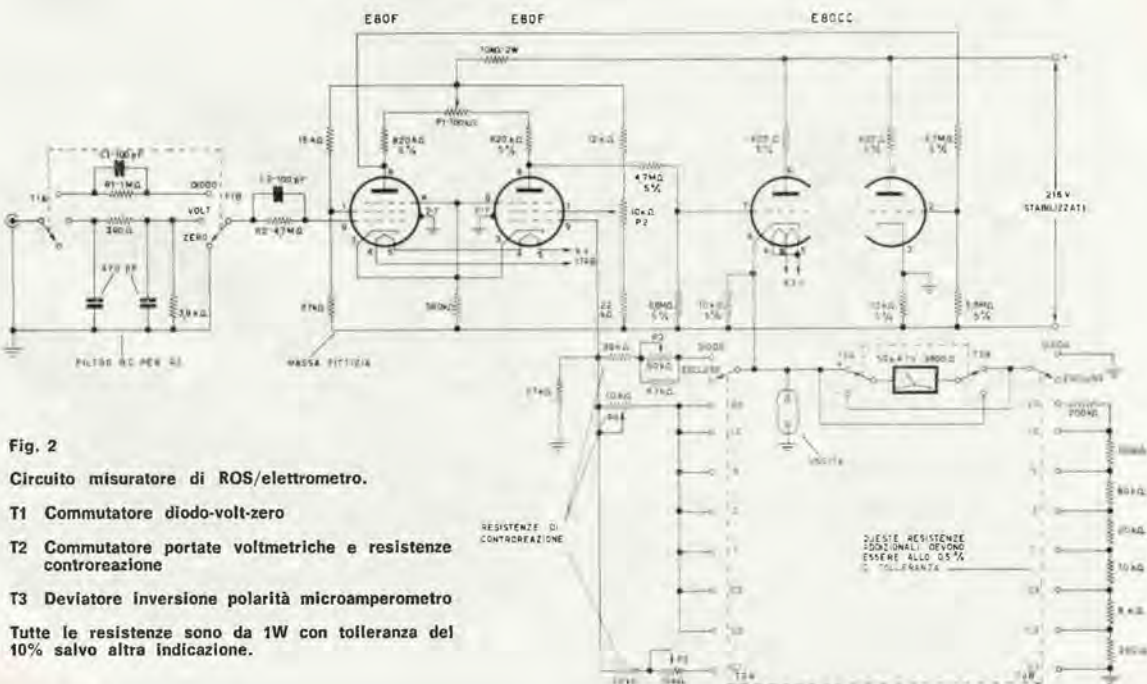

Fig. 2
Il circuito, completo in ogni suo dettaglio, è illustrato in fig. 2 (circuito di ingresso, di uscita e di amplificazione) e in fig. 3 (circuito di alimentazione e di stabilizzazione). Procedendo dall'ingresso all'uscita consideriamo le seguenti parti:
Comprende un'impedanza di funzione per adattare lo strumento all'impiego desiderato e un gruppo di filtri (T1 - fig. 2). Quando il misuratore viene impiegato come misuratore di R.O.S. (posizione « diodo ») viene inserito un filtro RC passa basso formato dalla resistenza da 390 Ω e da due condensatori da 470 pF (fig. 2), avente la sopracitata funzione di arresto per la radio frequenza. Come misuratore di R.O.S. l'impedenza di ingresso è di 4.300 Ω per adattare la bassa impedenza del diodo (1N23B) impiegata nella linea fessurata coassiale.
Quando il misuratore viene impiegato come elettrometro (posizione « volt ») la sua impedenza di ingresso diventa superiore a 10.000 M Ω (per 1 V f.s.) e i due gruppi R1C1 ed R2C2 (fig. 2) hanno la funzione di impedire eventuali autooscillazioni.
tramite le corrispondenti griglie. Uno di questi due catodi è collegato direttamente a massa mentre l'altro fanno capo il circuito di uscita e quello di controreazione (fig. 2). Pertanto la tensione amplificata presente sul catodo in parte viene mandata direttamente all'uscita e in parte viene portata nell'amplificatore tramite la griglia g1 della seconda E80F, realizzando la controreazione. La controreazione stessa è tanto più forte quanto più grande è la frazione di tensione amplificata riportata nell'amplificatore e perciò tanto più piccola è la resistenza interposta tra il catodo della prima sezione della E80CC e la griglia
g1 della seconda E80F (fig. 2). Il guadagno dell'amplificatore viene pertanto variato regolando il valore della suddetta resistenza (potenziometri P3, P4, P5). Il potenziometro P3 è posto sul pannello frontale e viene inserito nella posizione « diodo » (commutatore T2 - fig. 2) cioè quando lo strumento viene utilizzato come misuratore di R.O.S. e ha la funzione di variarne la sensibilità in modo fine (da 60 mV a 85 mV). Come già detto nella precedente pubblicazione (C.D. 6-65), la regolazione fine della sensibilità permette una facile messa a fondo scala del microamperometro indicatore quando la sonda della linea coassiale fessurata è stata messa su un massimo di tensione a radio frequenza.
I potenziometri P4 e P5, posti sul pannello posteriore, hanno la funzione di tarare le portate voltmetriche di 0,1 V e 0,2 V - 20 V rispettivamente e vengono inseriti nella posizione « volt » (commutatore T2 - fig. 2). La loro regolazione deve essere quindi semifissa.
bilità dell'amplificatore e contribuisce a utilizzarne l'impiego anche per tensioni di ingresso (da misurare) relativamente alte (20 V). La possibilità di leggere direttamente tensioni di questa entità è data inoltre dal fatto che tutti i punti « freddi » di ritorno dei circuiti di griglia, di placca e di catodo uniti fra loro e collegati al negativo dell'alimentatore stabilizzato che dà 216 V, non sono collegati direttamente a massa. Questa massa « fittizia » (fig. 2) è infatti « sospesa » rispetto alla massa « effettiva » per una tensione di 54 V.
(*) La tensione in ingresso viene inserita tra la griglia g della prima E80F e la massa « effettiva ». Analogamente la tensione in uscita, cioè quella che va al microamperometro tramite le resistenze addizionali, viene misurata tra il catodo della prima sezione triodo della E80CC e la massa « effettiva » (fig. 2).
Il circuito di uscita è formato da un circuito di lettura delle tensioni presenti sul catodo della prima sezione della E80CC e da un circuito che regola automaticamente la contoreazione necessaria per avere l'amplificazione desiderata, come descritto più avanti, a seconda del fondo scala (fig. 2).
Il microamperometro collegato in modo da invertirne rapidamente la polarità ha le seguenti caratteristiche: resistenza bobina mobile 3.800 Ω , 50 μA e 190 mV f.s. Tra il catodo « sospeso » della E80CC e la massa « effettiva » è predisposta un'uscita (fig. 2) per altri strumenti sulle cui caratteristiche si è già parlato. Al fine di chiarire il principio di funzionamento del circuito di uscita esaminiamo ora a una a una le varie posizioni del commutatore T2 (fig. 2).
C) posizione 0,2 V - 20 V. La contoreazione è regolata da P4 (fig. 2) in modo da avere un guadagno 1. L'amplificatore riporta in uscita lo stesso segnale inviato in ingresso con la sola particolarità che in ingresso l'impedenza è altissima (10.000 M Ω per il f.s. 1 V) mentre in uscita l'impedenza è all'incirca di 1.000 Ω . La funzione assoluta è quella del trasduttore di impedenza. In serie al microamperometro vengono poste quindi resistenze addizionali inseribili mediante T2B (fig. 2) per leggere le tensioni presenti sul catodo « sospeso » della E80CC. Usando un microamperometro (da 50 μA f.s.) con bobina mobile avente resistenza inferiore a 3.800 Ω vale quanto già detto per il punto A. Se la resistenza della bobina mobile fosse compresa tra 3.800 Ω e 4.000 Ω la resistenza da 200 Ω di T2B (fig. 2) dovrebbe venire sostituita con un'altra il cui valore sommato a quello della bobina mobile dia 4.000 Ω .